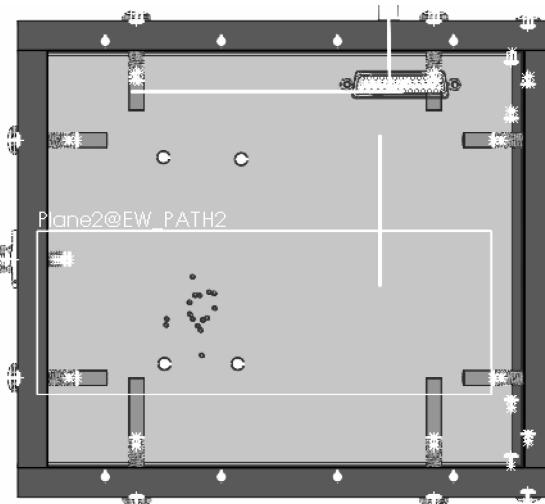

图 14-24 布线路径
**步骤 3 布线路径** 解压 EW\_PATH2，设置为可见草图，显示如图 14-24 所示的布线路径。